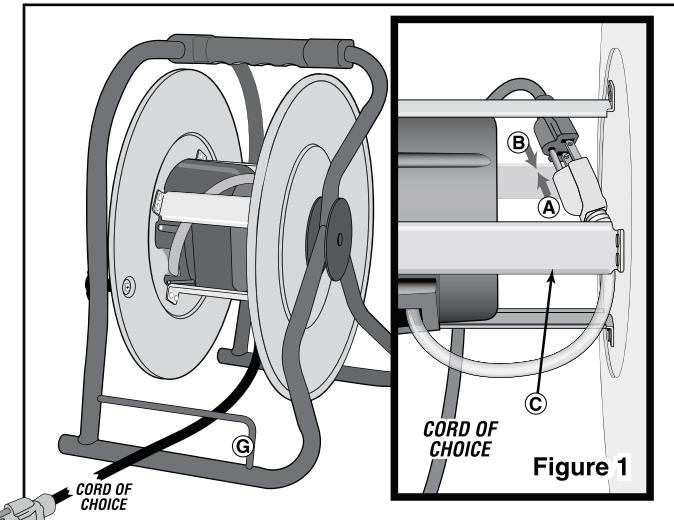

Figure 1
- Relier le cordon recommandé au cordon court dans le centre de l'axe du rouleau. La connection de cordon court(A) et cordon extensif doit être positionnée à l'intérieur de 4 palettes en acier-argent comme la figure 1.
- Pour fonctionner, brancher le cordon extensif dans une prise 110-125V reliée à la terre. L'indicateur LED de la source d'alimentation électrique(D) confirmara que les 4 prises(E) sont sous tension. La source d'alimentation électrique de 1875 watts, 20 Amps au maximum peut être branché par les 4 NEMA 5-20R prises.
- Le surcharge fera démarrer la protecteur de circuit(F) et sera indiqué quand le bouton de redémarrage saute. Enlever le surcharge, attendre 2 minutes, et appuyer sur le bouton de redémarrage pour rebrancher la source d'alimentation électrique.
- Le cordon est facilement enroulé sur un cordon souple avec l'utilisation de grand pommeau à la façade devant de l'unité. Le cordon peut traverser sous la barre de guide(G) pour aider l'enroulement.
- Pour ajuster la triage de la bobine, serrer le centre de l'écrou d'obturation (H) pour augmenter la tension et le détendre pour diminuer la tension.